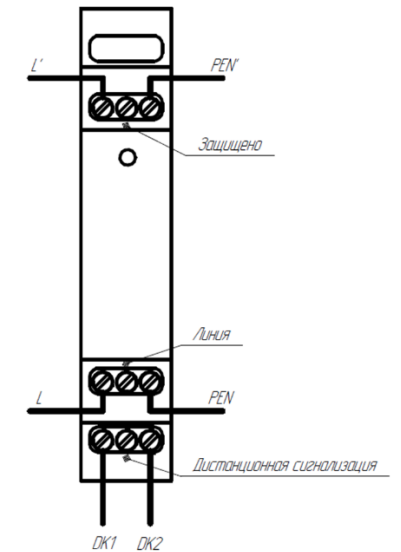

Рисунок 2 - Схема подключения УЗИП
1.5.3 Схема подключения УЗИП показана на рис. 2.